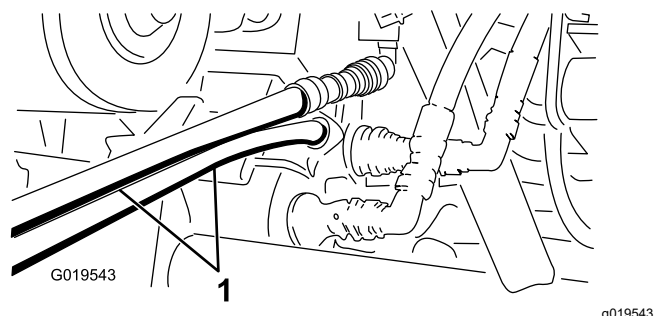

Figura 73
5. La cealaltă maină, conectai cele 2 furtunuri la cuplajul aflat încă în suportul cuplajului (conectai furtunul superior la cuplajul superior i furtunul inferior la cuplajul inferior) (Figura 73).